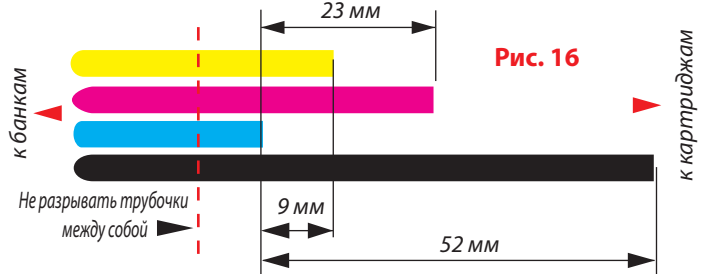

Рис. 16
3.4.2. Подготовка шлейфа (Рис.16)
Перед заправкой емкостей, необходимо подготовить шлейф для подключения его к картриджам. Для этого подрежьте его исходя из схемы (Рис. 16). Для большего удобства схема выполнена в масштабе. Приложите шлейф к рисунку и подрежьте его. Не допускайте расслоения шлейфа.